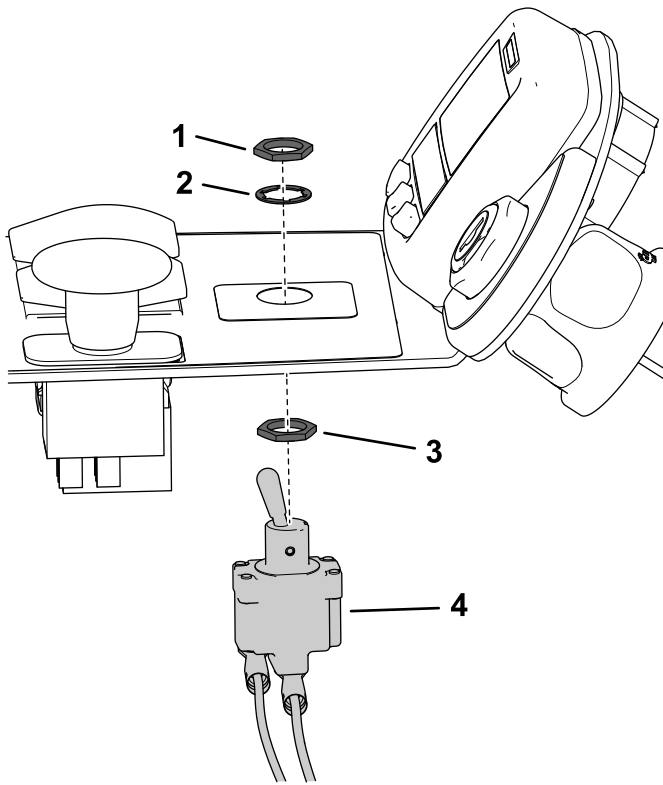

Figure 21
8. Insérez l'interrupteur à bascule dans le trou de 13 mm par le fond de la console ; voir la Figure 21 pour l'orientation correcte du contre-écrou hexagonal et de la rondelle.